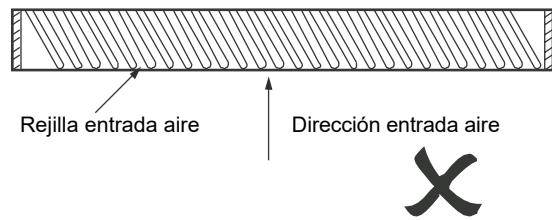

Figura 3.12
- 2) No debe haber ningún ángulo entre la posición de la rejilla de aire y la dirección de la entrada de aire. De lo contrario, puede dar lugar a ruidos. La figura 3.12 muestra una instalación incorrecta de la rejilla de entrada de aire.